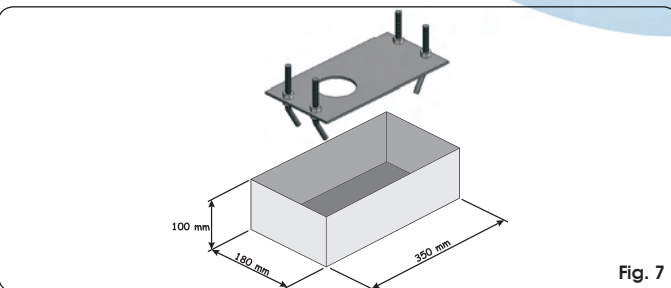

Fig. 7
3. Realice una base de cimentación tal y como se indica en la Fig. 7 y ponga en obra la placa de cimentación previendo una o varias vainas para el paso de los cables eléctricos. Compruebe la perfecta horizontalidad de la placa con un nivel. Espere a que fragüe el cemento.